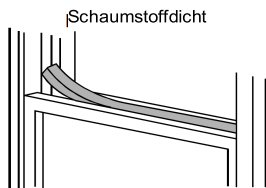

Abb.11
5. Schneiden Sie die Schaumstoffdichtung auf die entsprechende Länge und dichten den offenen Spalt zwischen dem oberen und äußeren Fensterflügel ab. Gezeigt in Abb.11.